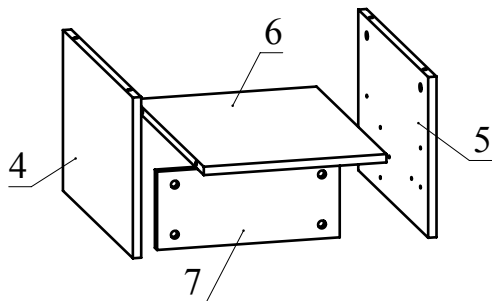

Рис.5
3. Установите детали 6, 7 между деталями 4 и 5 и зафиксируйте, повернув конфирматным ключом головки минификсов по часовой стрелке до упора (Рис. 5).
4. Соедините при помощи конфирматов детали 3, 4, 5, 7 с деталью 2 (Рис. 5).
5. Установите деталь 1 на детали 3, 4, 5 и зафиксируйте, повернув конфирматным ключом головки минификсов по часовой стрелке до упора (Рис. 5).